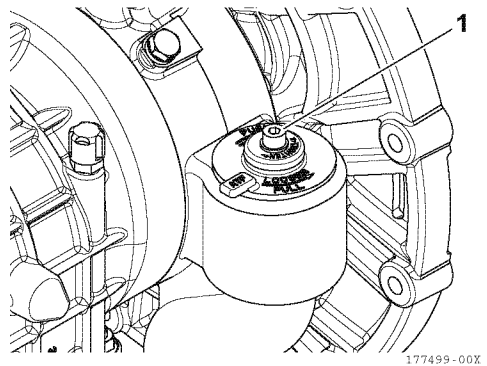

Figura 23
14. Apriete el tornillo de cabeza (1, **Figura 23**) con un par de apriete de 5 N·m a 8 N·m (de 3,6 lbf a 5,9 lbf).